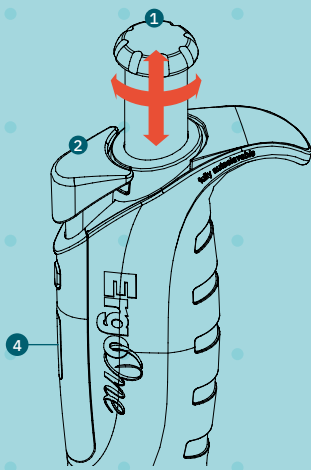

Fig. 1
Suelte el bloqueo del ajuste del volumen tirando del botón de control ①; sonará un clic (Fig. 1). Girando el botón de control en el sentido de las agujas del reloj, se reduce el volumen de aspiración y aumenta cuando se gira en sentido inverso a las agujas del reloj. El volumen ajustado se muestra en el indicador de volumen de cuatro dígitos ④ en la perspectiva de arriba a abajo; la línea blanca indica el punto decimal. Aumentando el volumen, sobrepase el valor deseado por un tercio de giro. Después, bájelo despacio hasta el volumen deseado, fíjese que no sobrepase la marca. Tras finalizar el ajuste del volumen, se bloquea el botón de control ejerciendo presión hacia abajo; de nuevo sonará un clic. La pipeta ya está lista para funcionar.